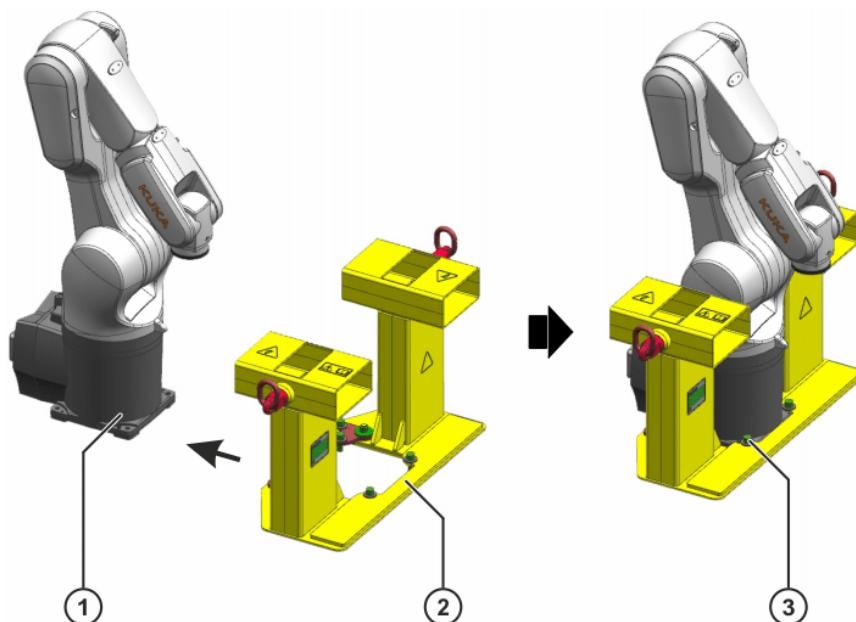

Abb. 7-8: Lastaufnahmemittel aufschieben und vorn befestigen
3. Lastaufnahmemittel von vorn auf das Grundgestell des Roboters vorsichtig aufschieben (>>> Abb. 7-8).